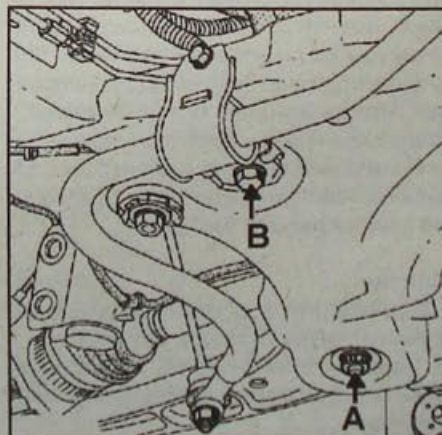

Рис. 10.9. Расположение болтов и гайки (А и В) крепления нижнего рычага передней подвески
- Ослабьте затяжку двух болтов крепления (А, рис. 10.9) и (В) рычага подвески на подмоторной раме и снимите его. Для отворачивания болта (А), используйте 12-гранную головку на 22 мм.
- При каждом снятии рычага заменяйте гайку и болт крепления (А, рис. 10.9) и гайку крепления (В) на рычаге подвески. Обязательно соблюдайте рекомендуемые моменты затяжки.